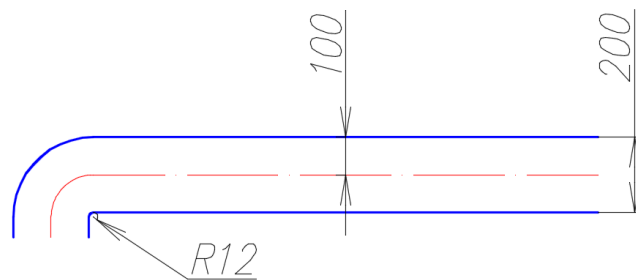

Рис. 103. Чертеж эскиза патрубка для поступления воды
7. Начертить патрубок для поступления воды в соответствии с предложенным алгоритмом (рис. 103):